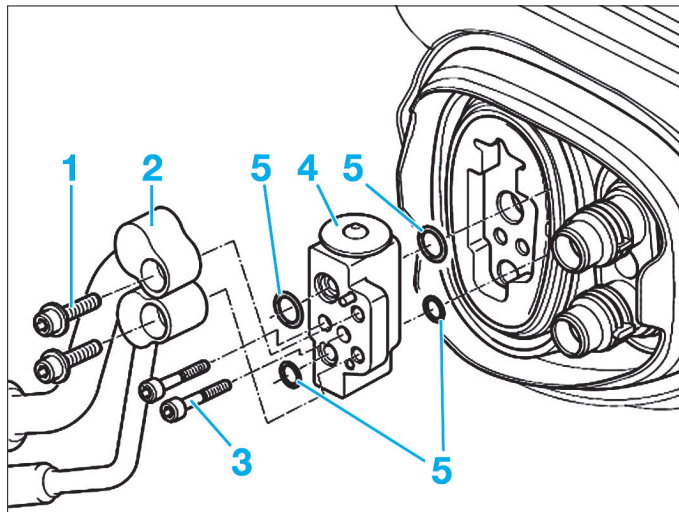

Fig. 7
- Dévisser les vis (1) et débrancher les raccords (2) des conduites de réfrigérant (Fig.7).
- Dévisser les vis (3) et déposer le détendeur (4), en veillant à récupérer les joints toriques (5).